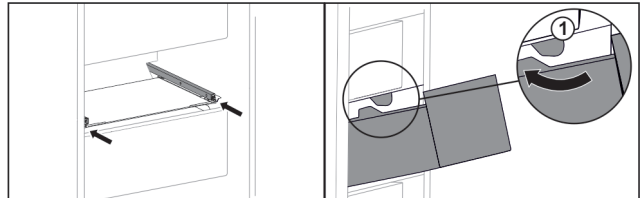

Fig. 115
- Çekmeceyi durdurucuların Fig. 115 (1) etrafından döndürün.